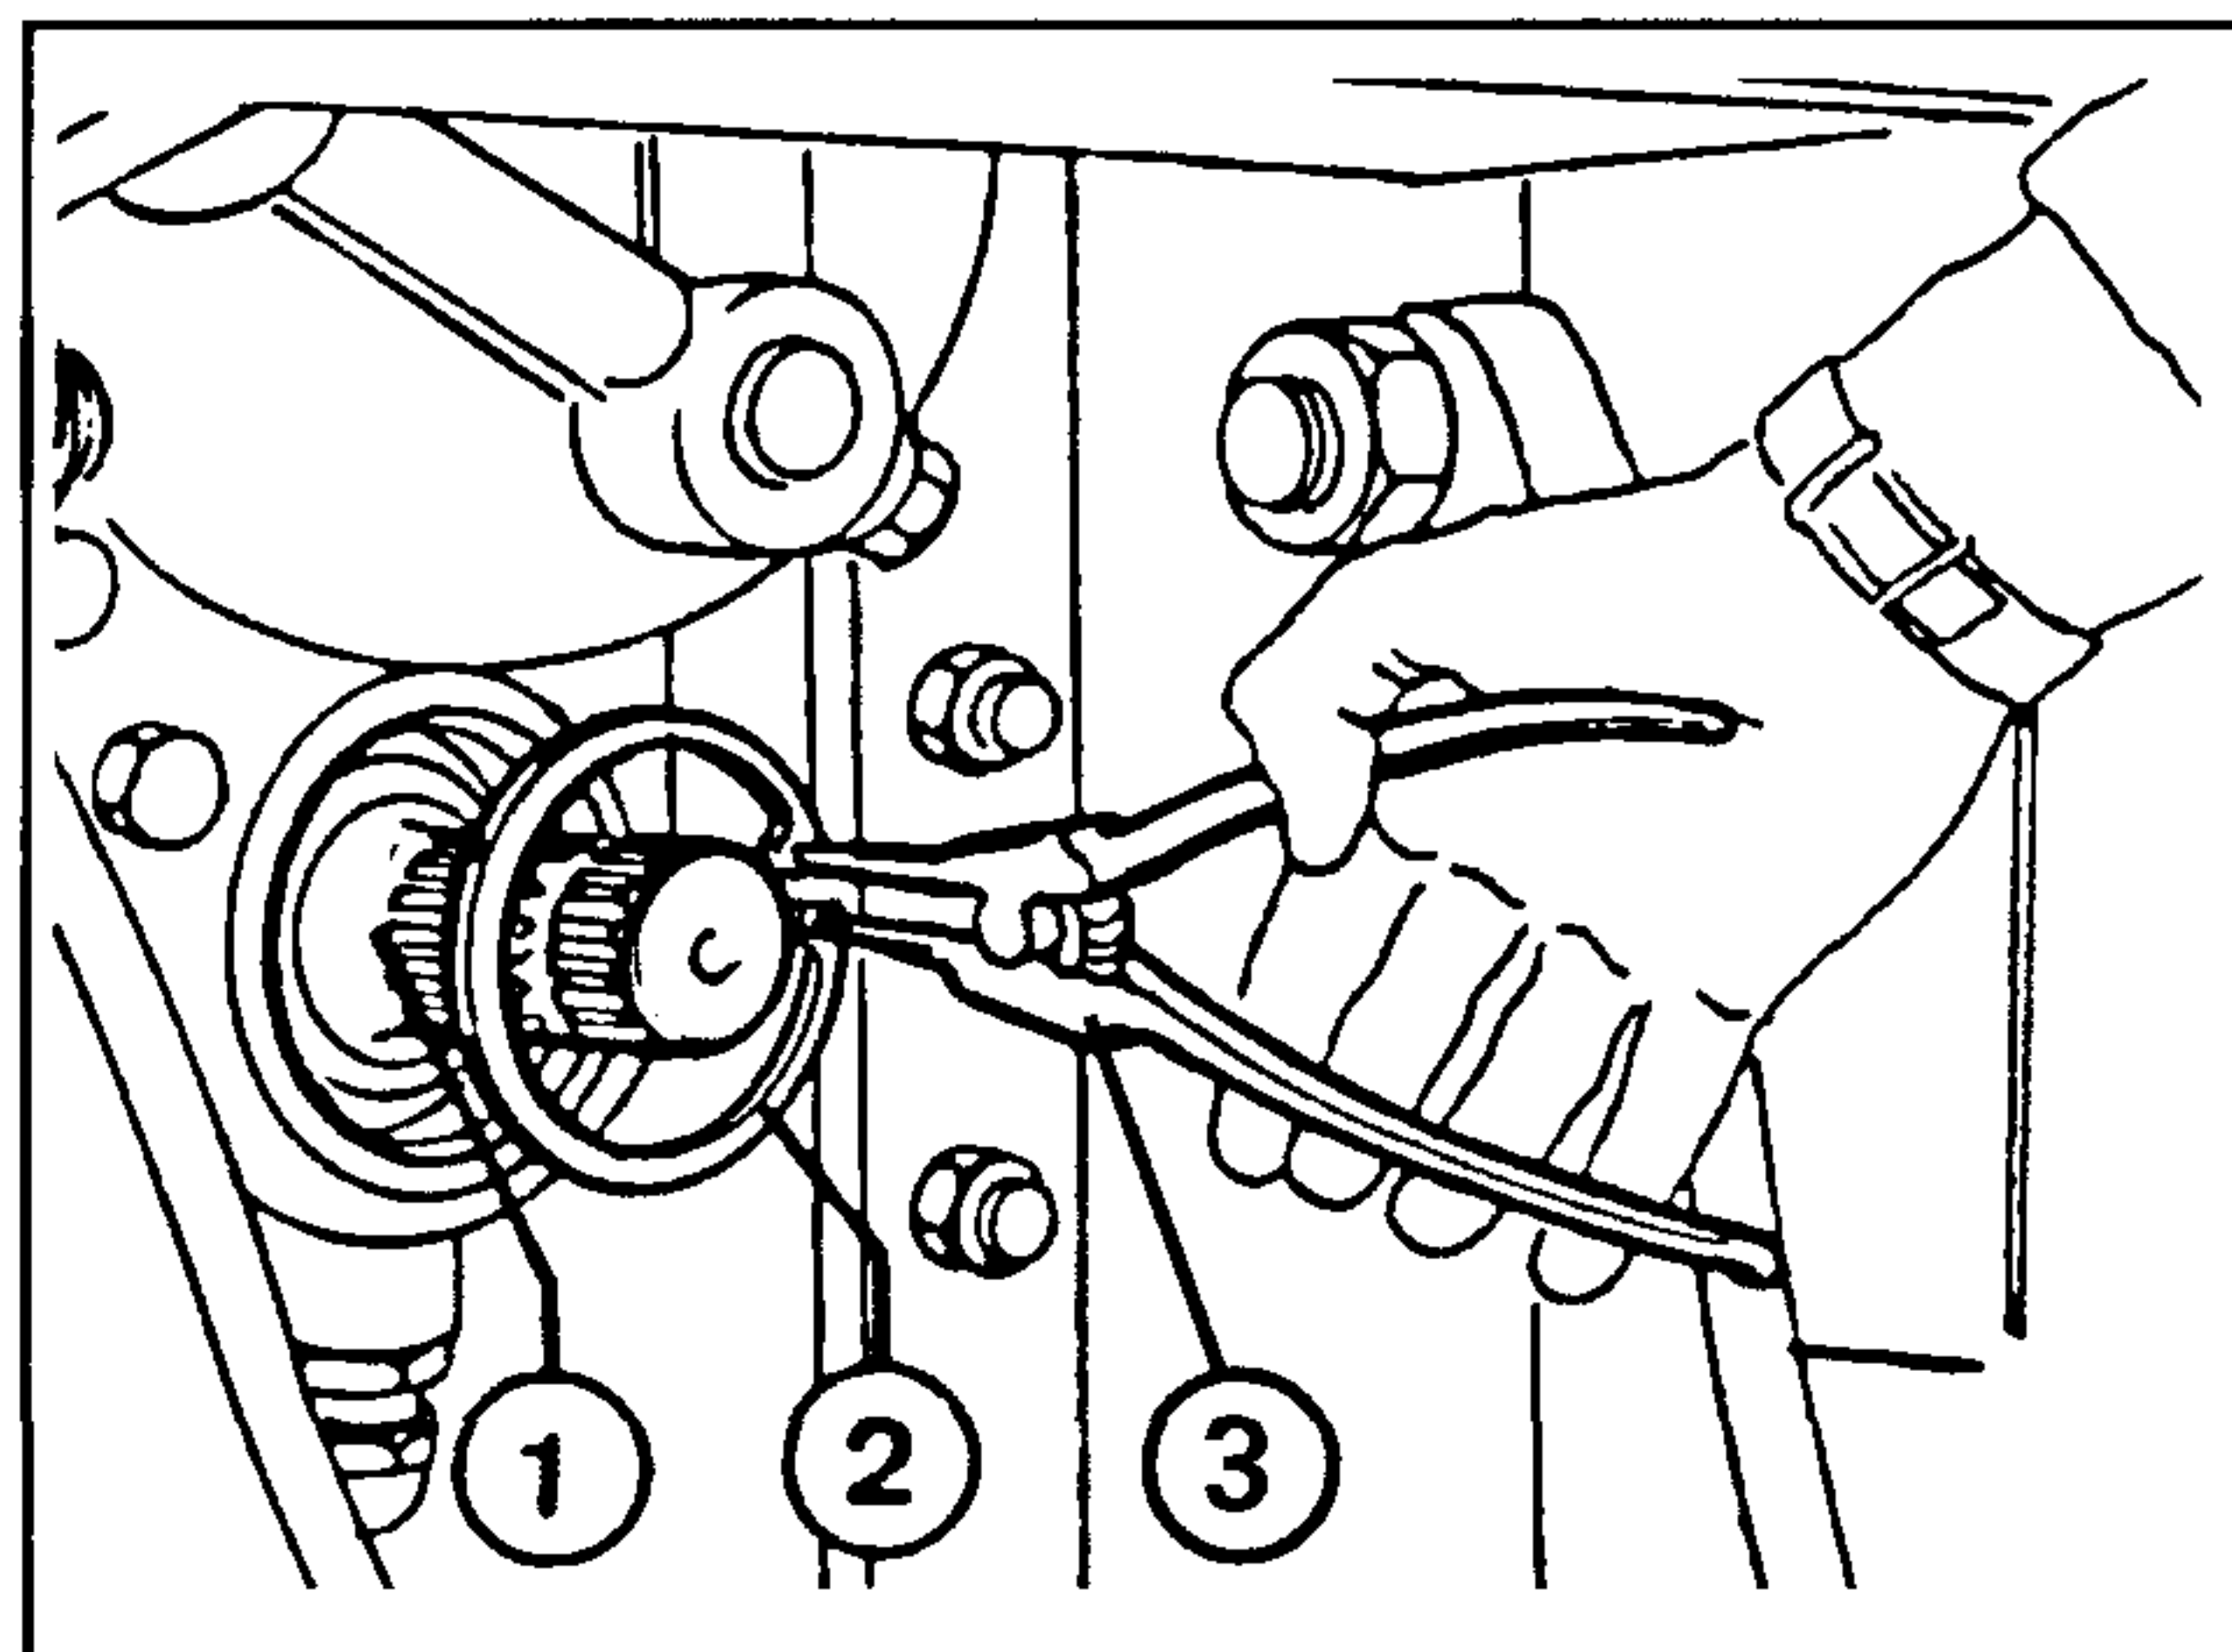

Fig.4-34
Para el cambio del eje de salida es necesario quitar el anillo elástico (2 - Fig. 4-34) mediante las específicas pinzas (3).